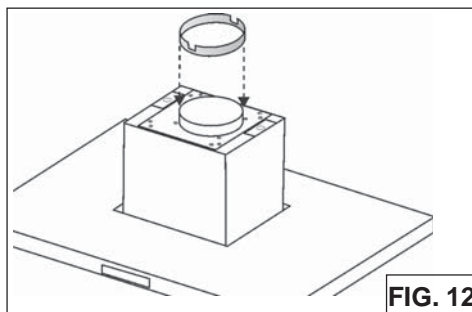

FIG. 12
5. Placez la bride métallique de 6" (15cm) fourni sur la sortie d'air de la hotte (Fig.12).